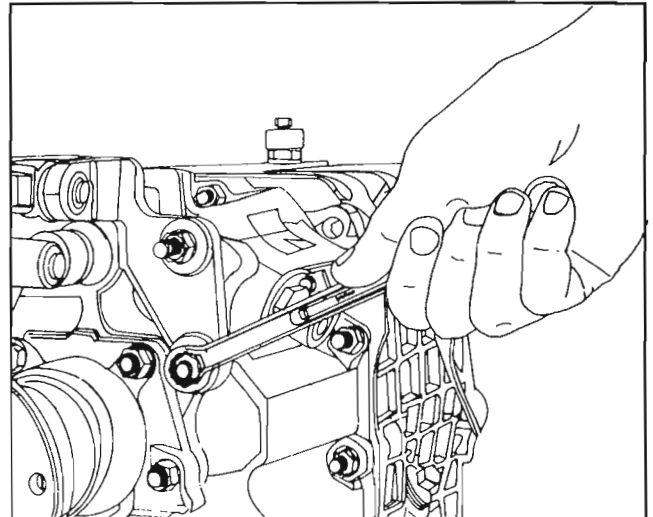

Fig. 112
Instale el soporte del brazo de extensión (150) en la carcasa. *Fig. 112*